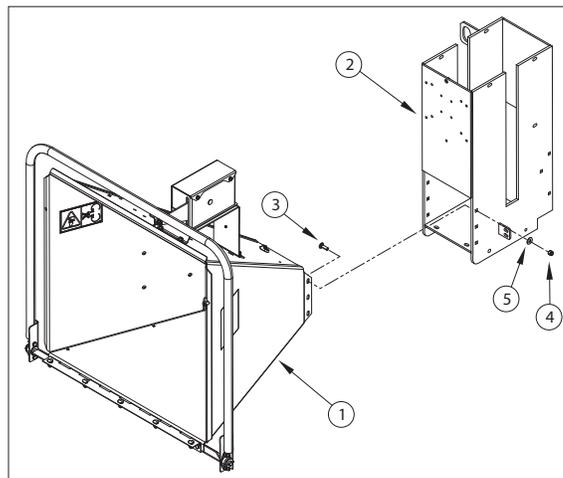

Figure 2.5 – Ensemble de goulotte de déchiqueteuse
Montez la goulotte(1) de déchiqueteuse sur le bâti(2) de déchiqueteuse en utilisant huit boulons(3) 3/8" x 1" et des écrous(5) de blocage(4). Utiliser trois boulons de chaque côté et deux sur la partie inférieure (Figure 2.5.).